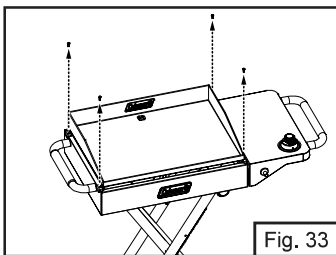
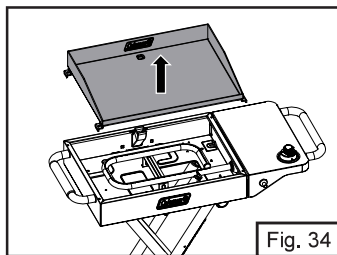

Fig. 33
Fig. 34
- Retirez les vis et la plaque chauffante et mettez-les de côté. (Fig. 33 et Fig. 34).